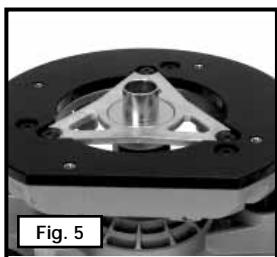

Fig. 5
7. Enfoncer l'embase jusqu'à ce que le guide de gabarit se centre de lui-même sur l'écrou de douille (D), Fig. 8, et la maintenir dans cette position (Fig. 5).
11. Laisser l'embase remonter lentement jusqu'à ce qu'elle s'arrête, Fig. 5.
**REMARQUE:** Voir la fig. 5 pour l'orientation appropriée des guides de templet
3. Enlever la sous-embase (Fig. 5) et le couvercle transparent anti-poussière (G) Fig. 8.